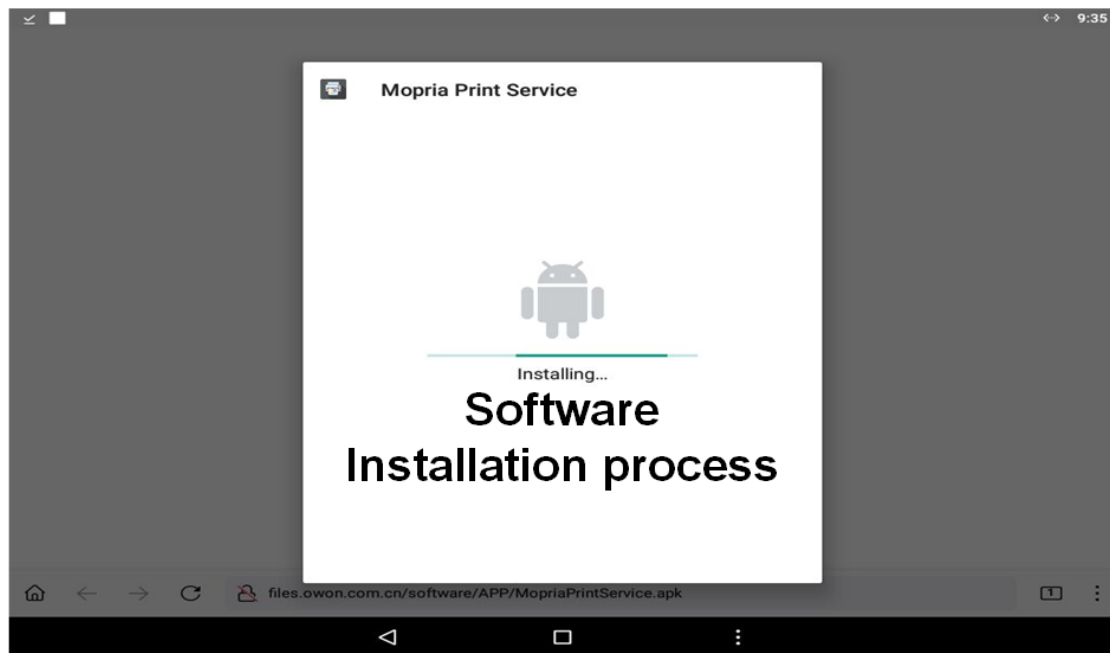

図 4
④ ソフトウェアのインストールが完了します（図 4 を参照）。